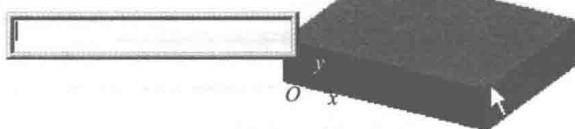
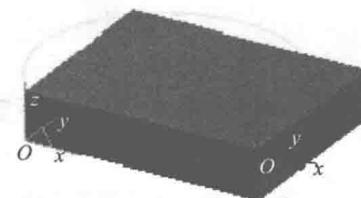

图1-6 输入坐标系名称
图1-7 生成后的坐标系
③ 给出坐标原点。
④ 弹出输入框，在此输入坐标系名称，按回车键确定，如图1-6所示。生成坐标系如图1-7所示。
(2) 三点方式：给出坐标原点、 x 轴正方向上一点和 y 轴正方向上一点生成新坐标系。